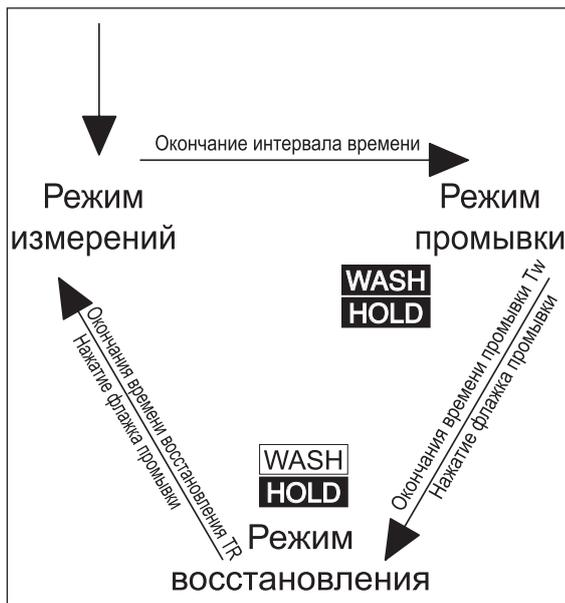

Рисунок 6-1. Цикл промывки
**WASH HOLD** Пользователь может принять решение о прекращении текущего цикла промывки. Это выполняется на главном экране (все остальные экраны деактивированы) путем нажатия на флажок промывки (один или два раза). Цикл промывки имеет два временных интервала ( $T_W$  и  $T_R$ ), и в зависимости от момента нажатия флажка "промывки", текущий интервал завершается (см. рис. 6-1)